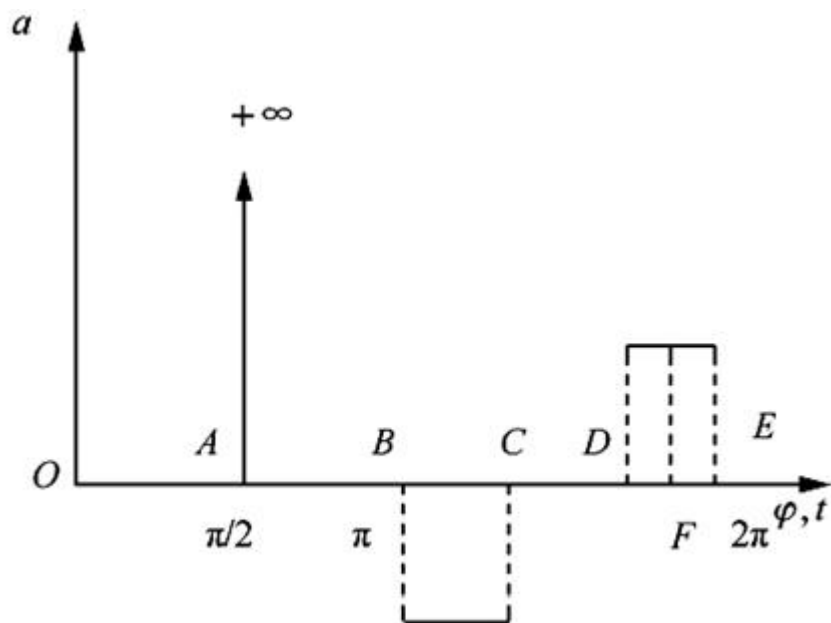

图3-2-9 加速度线图
解：(1) 可依据 $a = dv/dt$ 来画出从动件的加速度线图，如图3-2-9所示。
(2) 根据 $a-t$ 图，可知，A点存在刚性冲击，B、C、D、E点存在柔性冲击。
(3) 在F点处，存在加速度，故有惯性力；加速度为恒值，故不存在冲击。